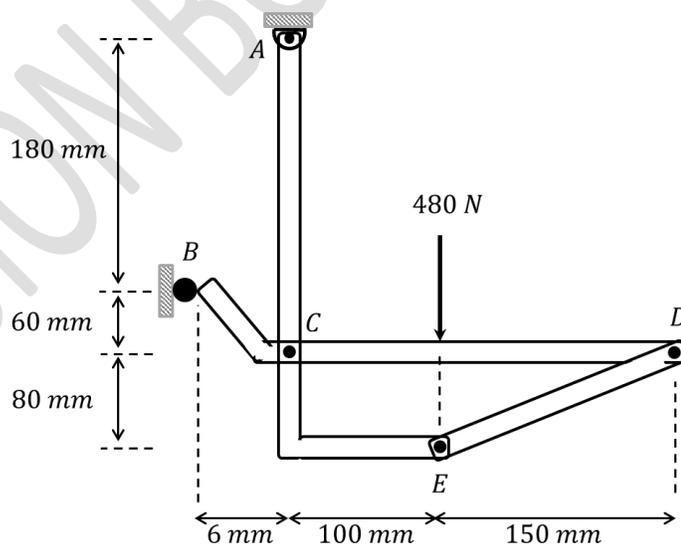

Fig. 6.25.
6.10.- En el armazón que se muestra en la Fig. 6.25, los elementos ACE y BCD están conectados por medio de un pasador en C y por la varilla DE. Cuando se aplica una carga de tamaño 480 (N) en el elemento ACE, determine la fuerza en el pasador fijo C.